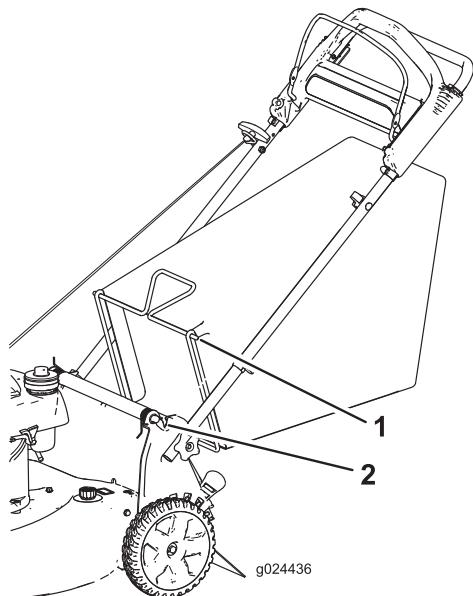

Figura 14
- Instale la bolsa de recogida, asegurándose de que los pasadores de la bolsa descansan en las muescas del manillar (Figura 14).